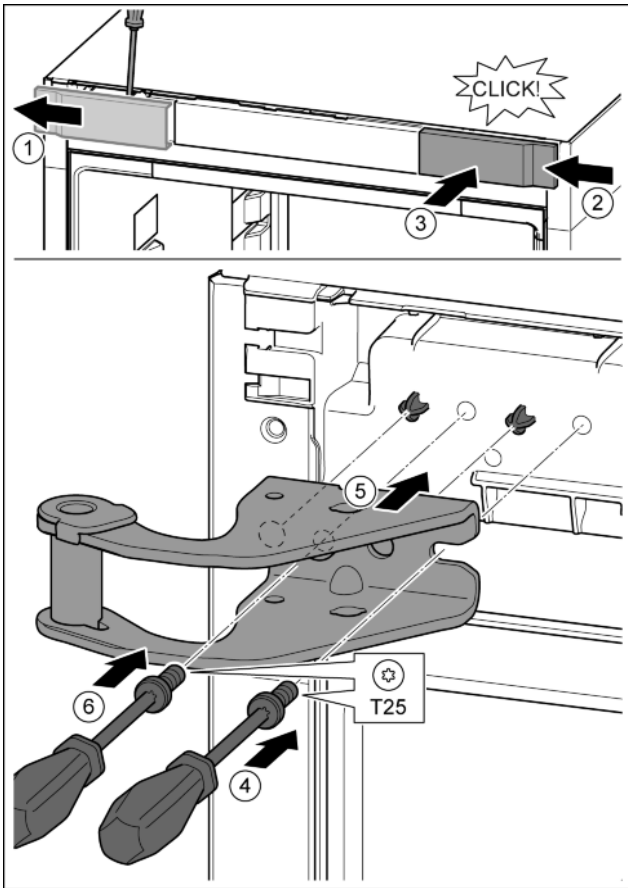

Fig. 11
- ▶ Abdeckung mit Hilfe eines Schraubendrehers lösen und seitlich abnehmen. Fig. 11 (1)
- ▶ Abdeckung um 180° gedreht auf der anderen Seite von rechts einhängen. Fig. 11 (2)
- ▶ Abdeckung einrasten. Fig. 11 (3)
- ▶ Schraube mit Schraubendreher T25 ansetzen. Fig. 11 (4)
- ▶ Oberen Lagerbock ansetzen. Fig. 11 (5)
- ▶ Schraube festdrehen. Fig. 11 (4)
- ▶ Schraube mit Schraubendreher T25 einsetzen und festdrehen. Fig. 11 (6)